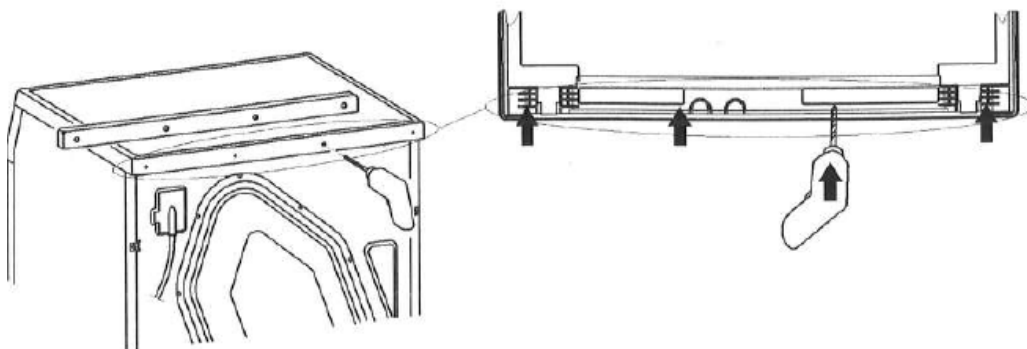

図 3
- ① ビット 3mm をドリルに取り付けてください。
- ② 機器天板の外側と内側のふちを貫通させ、ねじ込み穴をマークして下さい。（下図 3 参照）